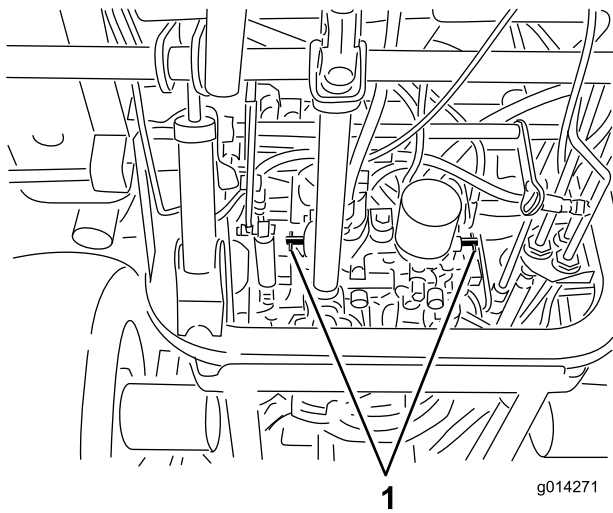

Figure 25
3. Tournez chaque vanne de dérivation d'un tour dans le sens antihoraire (Figure 25).
1. Tournez chaque vanne de dérivation d'un tour dans le sens horaire et serrez-les à la main (Figure 25).
2. Serrez les vannes à 8 N·m approximativement, comme montré à la Figure 25.